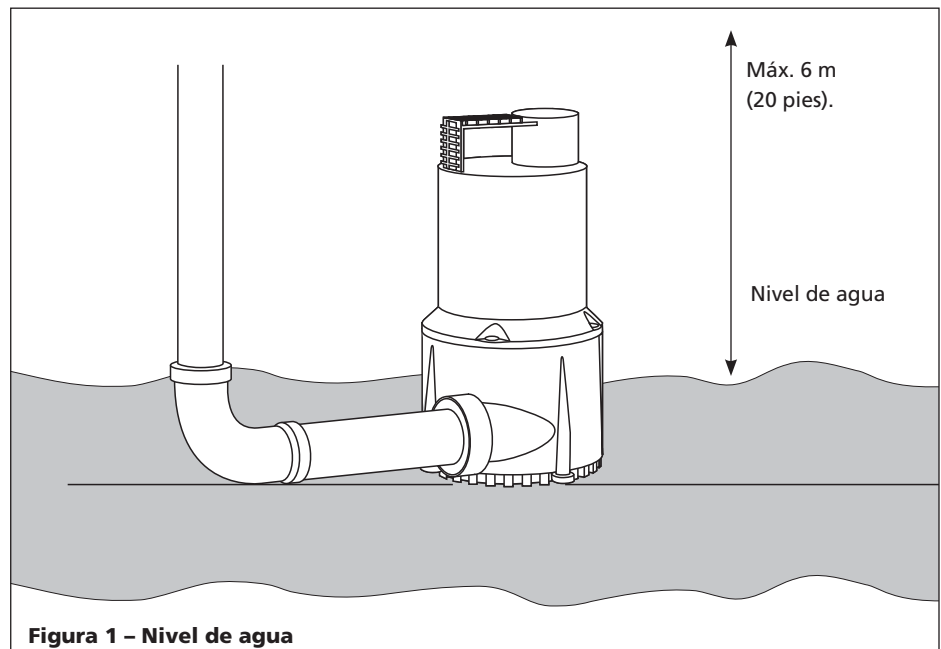

Figura 1 – Nivel de agua
- b. Verifique que la altura de bombeo NO supere los 6 m (20 pies) (ver Figura 1). Si la altura de bombeo es mayor a 6 m (20 pies), esta bomba NO funcionará.